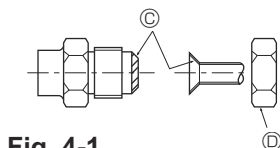

Fig. 4-1
А (Fig. 4-1)
Б (Fig. 4-1)
4.2. Соединение труб (Fig. 4-1)